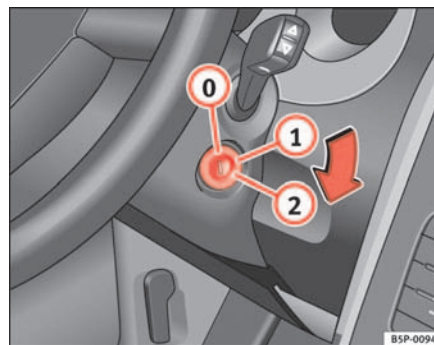

Abb. 130 Stellungen des Zündschlüssels
In dieser Stellung ⇒ Abb. 130 sind die Zündung und der Motor ausgeschaltet und die Lenkung kann gesperrt werden.
- Drehen Sie den Zündschlüssel in Stellung ⇒ Seite 164, Abb. 130 ①. Beim Vorglühen des Motors leuchtet die Kontrollleuchte  auf.
- Wenn die Kontrollleuchte nicht (mehr) leuchtet, drehen Sie den Zündschlüssel in Stellung ② zum Anlassen des Motors – geben Sie kein Gas.
- Drehen Sie den Zündschlüssel in Stellung ⇒ Seite 164, Abb. 130 .